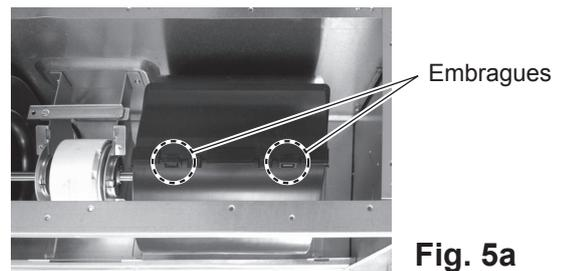

Fig. 5a
5. Desconectar dos (2) embragues (Fig. 5a), que sujetan el lado inferior de la cubierta del ventilador y tirar de la parte saliente (Fig. 5c) colocada en el costado de la unidad principal (Fig. 5b).